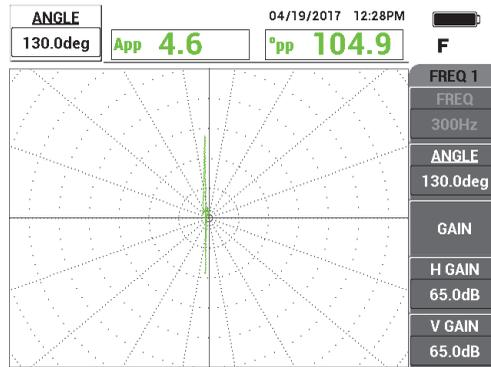

Рис. 5-228 Настройка фазы сигнала
3. Нажмите клавишу ANGLE () , затем поверните сигнал от отверстия, чтобы установить его в вертикальное положение (см. Рис. 5-228 на стр. 304).